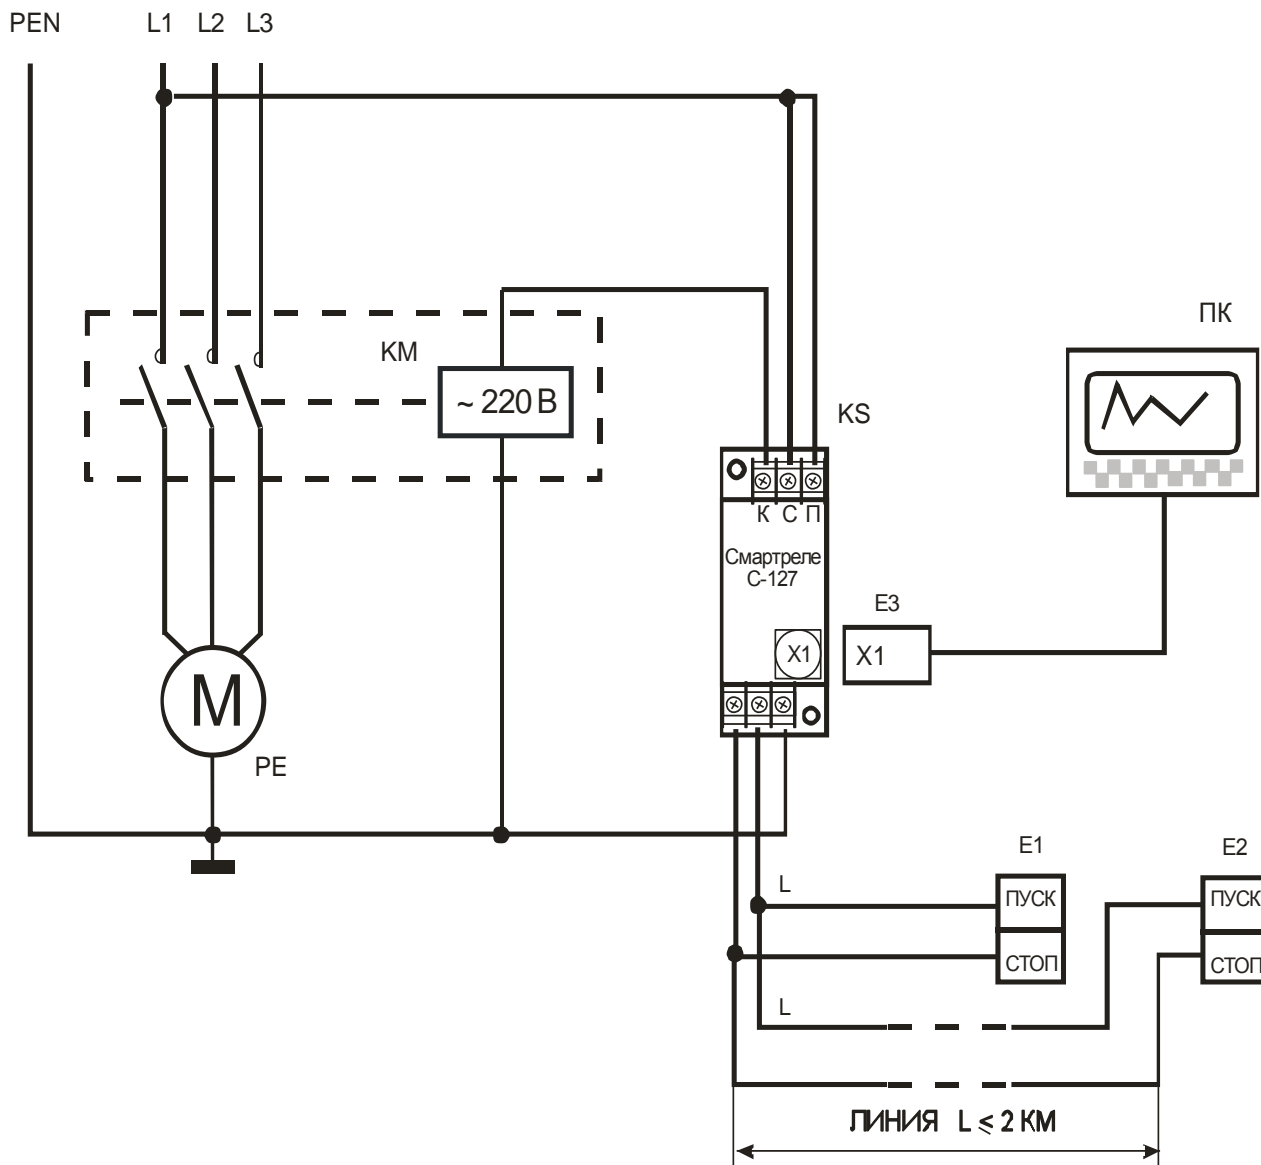
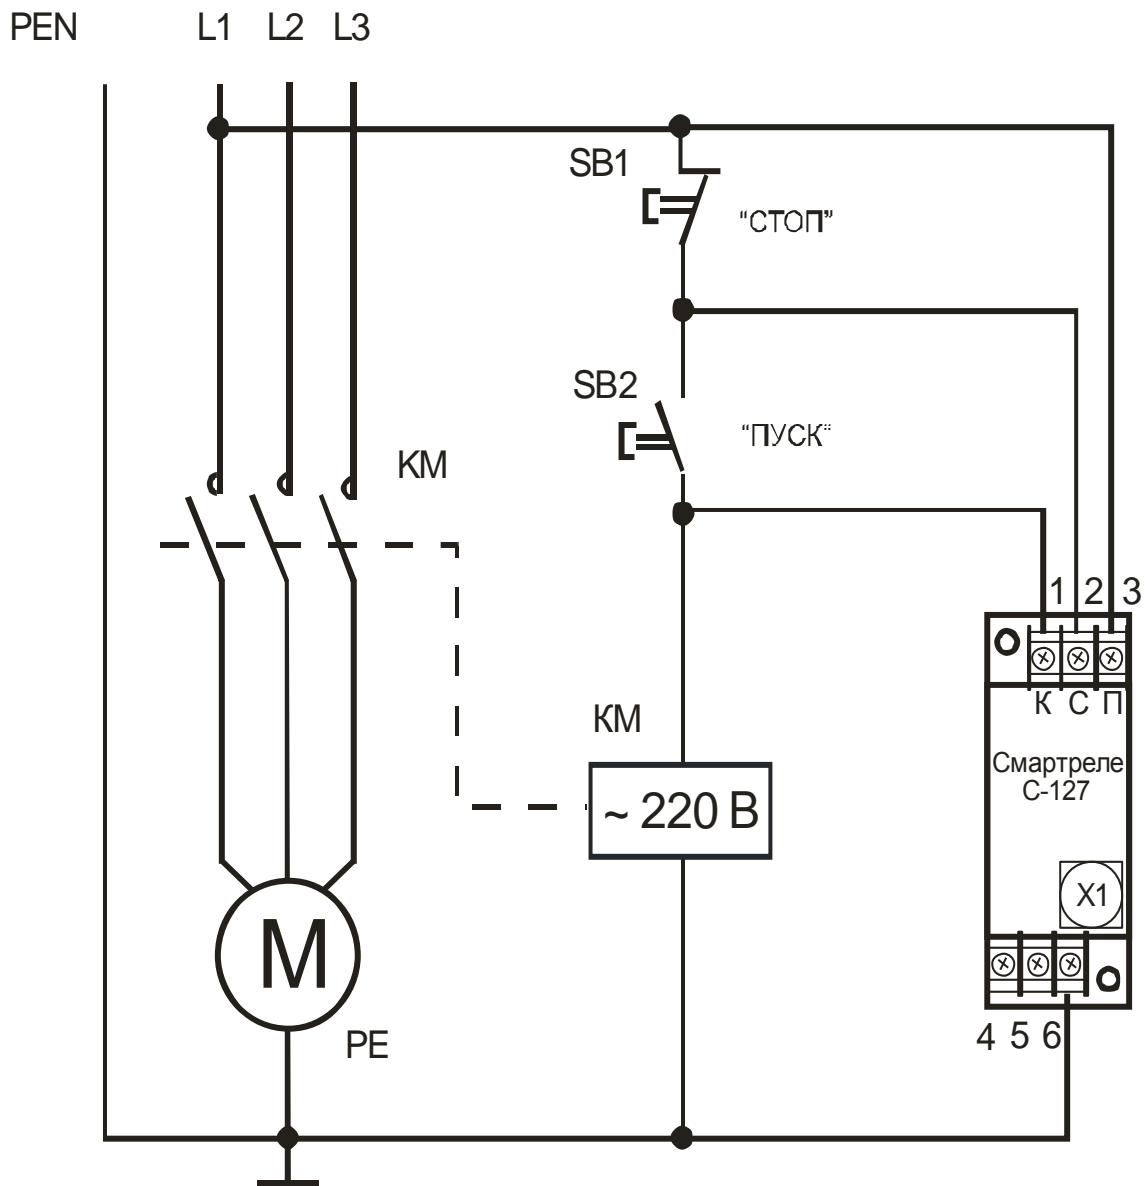

Рисунок 2 - Схема бесконтактного аппарата управления на базе контроллера Смартреле С-127
Рисунок 3 - схема аппарата управления электродвигателем на базе Смартреле С-127 (вариант 1)
5.3 Для управления пускателем (включение/отключение) в ручном режиме оператором предусмотрено подключение к контроллеру одного или нескольких кнопочных сигнальных постов (Е1, Е2 — Рис. 2).
7.2. Подключение контроллера производится в соответствии со схемами рис.2, рис. 3.